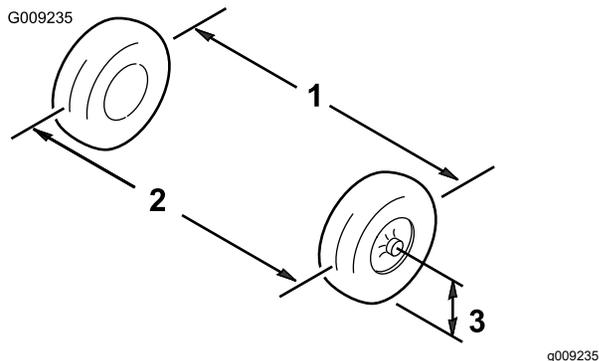

図 54
2. 前輪の前と後ろで、左右のタイヤの中央線間距離を測る計測はアクスルの高さで行う(図 54)。